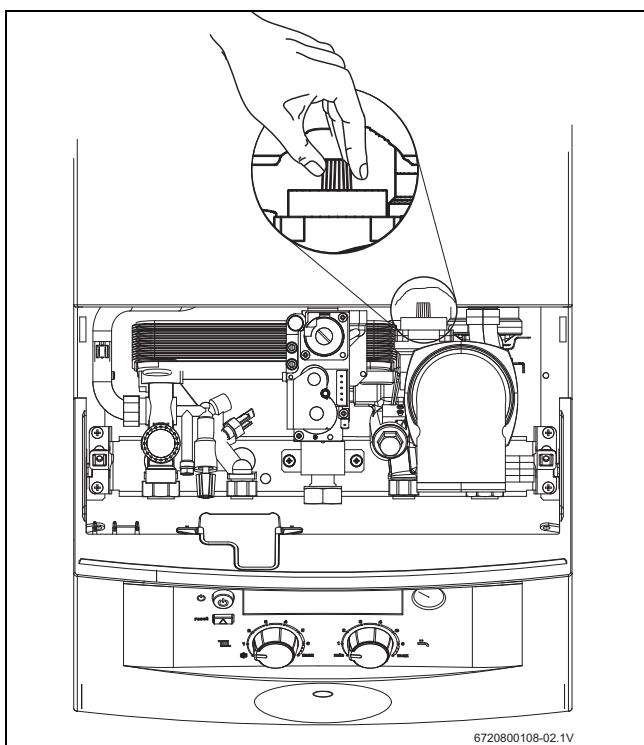

Fig. 15 Purgador automático
- ▶ Para evacuar el aire del aparato empleando el purgador automático que incorpora, abrir el tapón del mismo (Fig. 15).